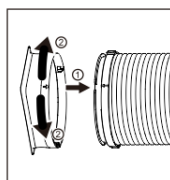

Fig.1
- 1) Wyrównaj obie strzałki złącza wlotowego węża i węża, włóż; Obróć złącze wlotowe węża w prawo lub w lewo o około 60°; (Rys. 1)